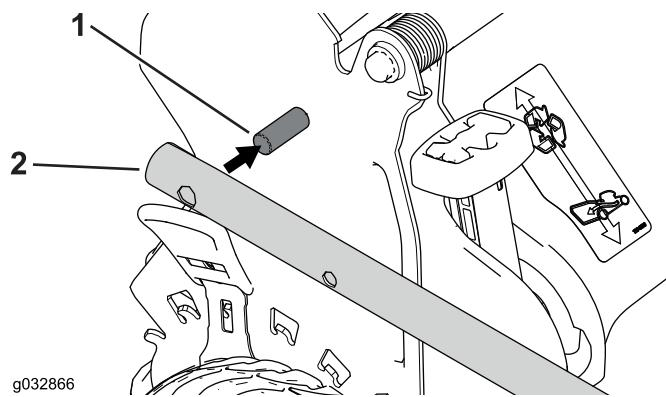

Рисунок 5
- Вставьте торцевые части рукоятки в корпус газонокосилки так, чтобы штифт, прикрепленный к каждому кронштейну рукоятки, находился в нижнем отверстии соответствующей торцевой части рукоятки (Рисунок 5).